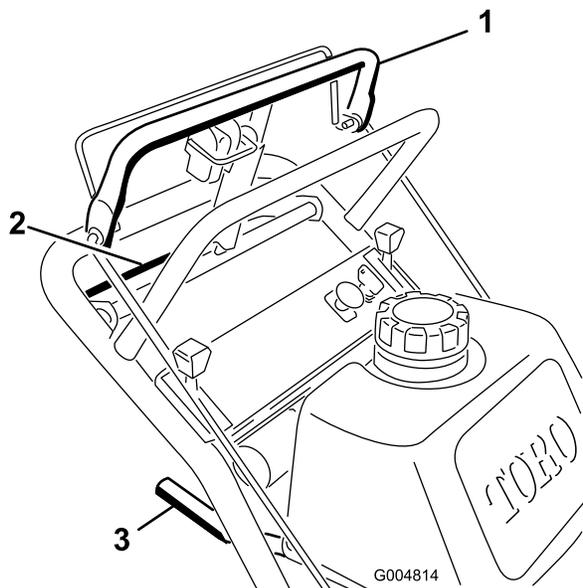
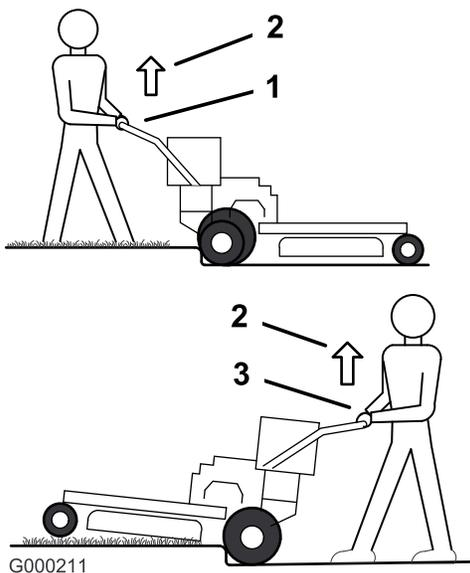

Figure 10
Figure 11
1. Pour vous déplacer en marche avant, sélectionnez une vitesse en marche avant (Figure 10).
3. Appuyez lentement sur la barre de commande supérieure pour avancer (Figure 10).
Pour vous déplacer en ligne droite, appliquez une pression égale aux deux extrémités de la barre de commande supérieure (Figure 10).
Pour tourner, relâchez la pression sur le côté de la barre de commande supérieure correspondant à la direction que vous voulez prendre (Figure 10).
3. Rapprochez lentement la barre de commande inférieure de la poignée inférieure du guidon pour vous déplacer en marche arrière (Figure 10).
3. Conduisez la machine jusqu'à ce que les roues pivotantes touchent la bordure (Figure 11).
4. Appuyez sur la poignée inférieure du guidon pour soulever l'avant de la machine (Figure 11).
5. Conduisez la machine jusqu'à ce que les roues motrices touchent la bordure (Figure 11).
6. Abaissez l'avant de la machine (Figure 11).
7. Engagez la barre de commande inférieure et soulevez la poignée inférieure du guidon simultanément pour monter sur la bordure (Figure 10 et Figure 11).
3. Conduisez la machine jusqu'à ce que les roues motrices rencontrent la bordure (Figure 11).
4. Engagez la barre de commande inférieure et soulevez la poignée inférieure du guidon simultanément (Figure 10 et Figure 11).